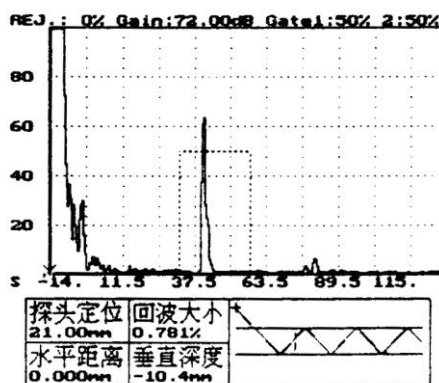

图 30-4
9、A、按进入键——确认新输入的探头定位数值，在屏幕下方会显示的工件剖面图，并在图中显示出一条声波在工件中的传播路线，同时在屏幕的波形及工件剖面中的声线上各显示出一个定位光标，并且在屏幕的左侧显示出对应于工件剖面中的声线上“+”光标处的各种参数数值。如图 30-4 所示。